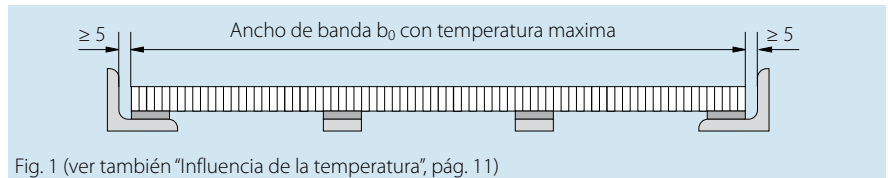

Fig. 1 (ver también "Influencia de la temperatura", pág. 11)
- Perfiles de deslizamiento rectos y paralelos (fig. 1/2) de acero o material sintético. En este caso, se trata de una solución económica para aplicaciones de poca carga, y el desgaste de la banda queda limitado a las zonas apoyadas por los perfiles. Respecto a la distancia entre los perfiles de deslizamiento, recomendamos 120 – 150 mm para el ramal superior, y aprox. 200 mm, para el inferior.